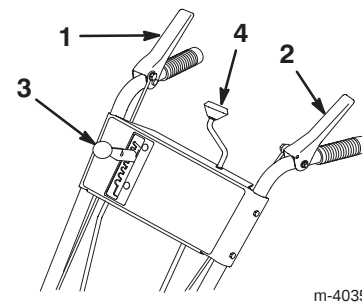

Bild 20
- **Betätigungshebel für Schnecke/Gebläserad** (Bild 20) – Drücken Sie den Hebel gegen den rechten Handgriff, um Schnecke und Gebläserad zu aktivieren. Lassen Sie den Hebel los, wenn Sie sie ausschalten möchten.
- **Fahrantriebshebel** (Bild 20) – Drücken Sie zur Betätigung des Fahrantriebs (Radantrieb) den Hebel gegen den linken Griff. Lassen Sie den Hebel los, wenn Sie wieder ausschalten möchten.
- **Schalthebel** (Bild 20) – Dieser Hebel hat sieben Stellungen: fünf Vorwärtsgänge und zwei Rückwärtsgänge. Stellen Sie den Hebel in die gewünschte Position, um die Gänge zu wechseln. Der Hebel rastet in jedem Gang in einer Kerbe ein. Bei schwerer Belastung kann der Schalthebel schwergängig sein.
- **Kurbel zum Verstellen der Position des Auswurfkanals** (Bild 20) – Drehen Sie die Kurbel im Uhrzeigersinn, um den Auswurfkanal nach links zu bewegen, und entgegen dem Uhrzeigersinn, um den Kanal nach rechts zu drehen.
3. Lösen Sie den Betätigungshebel für Schnecke/Gebläserad und den Fahrtriebshebel (Bild 20).
11. Legen Sie den 1. Gang ein (Bild 20), drücken Sie den Fahrtriebshebel bis zum Handgriff und lassen ihn dann los. Wenn sich die Schneefräse vor dem Einschalten oder nach dem Loslassen des Fahrtriebshebels vorwärts bewegt, lesen Sie bitte Einstellen des Fahrtriebsriemens auf Seite 23.
3. Lösen Sie den Betätigungshebel für Schnecke/und den Fahrtriebshebel (Bild 20).